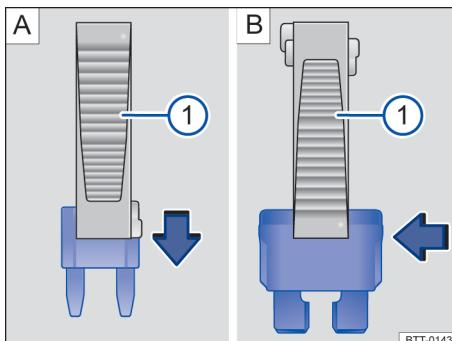

Fig. 122 Remover ou instalar um fusível com a garra da pinça de plástico ①.
- Se necessário, retirar a pinça de plástico → Fig. 122 ① do suporte. O suporte se encontra na parte traseira da caixa de fusíveis perto da tomada de conexão para diagnóstico.
- Em caso de *fusíveis pequenos*, encaixar a garra ① por cima → Fig. 122 A.
- Em caso de *fusíveis maiores*, empurrar a garra ① lateralmente sobre o fusível → Fig. 122 B.
- Caso o fusível esteja queimado, substituir o fusível por um novo da *mesma* intensidade de corrente (mesma cor e inscrição) e do *mesmo* tamanho → ①.